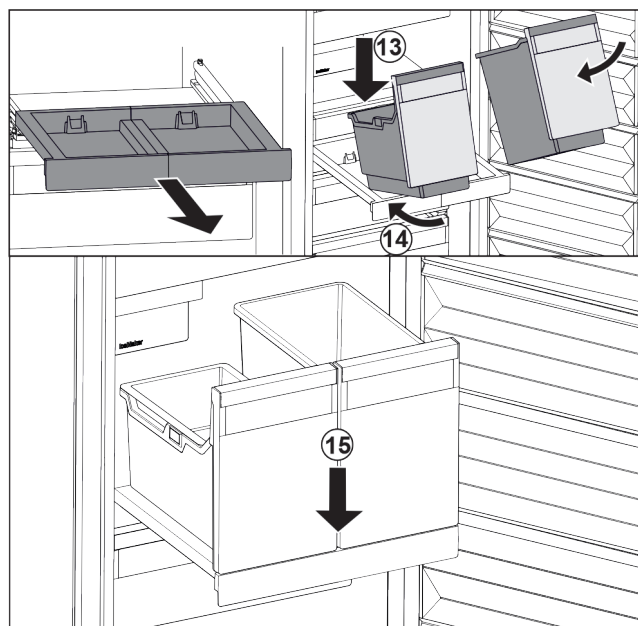

Fig. 106
- ▶ Nasad'te nádobu šikmo na vysouvací desku. Fig. 106 (13)
- ▶ Zasuňte nádobu šikmo dozadu. Fig. 106 (14)
- ▶ Usad'te vpředu nádobu. Fig. 106 (15)